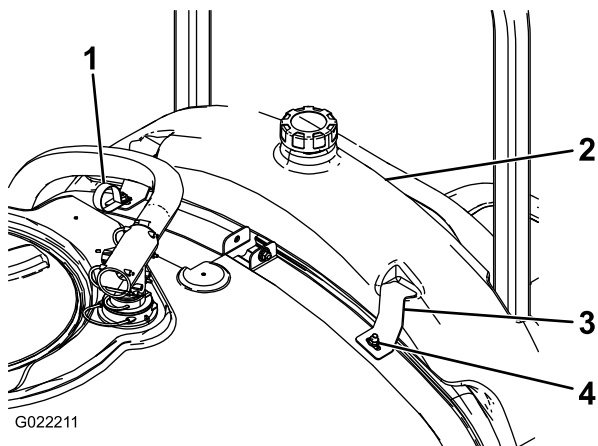

Figura 3
2. Instale el depósito de enjuague, según se muestra en Figura 3.
3. Usando 2 arandelas grandes y tuercas con arandela prensada, instale los soportes del depósito de enjuague y la abrazadera en R en los pernos de cuello cuadrado que instaló anteriormente (Figura 3).